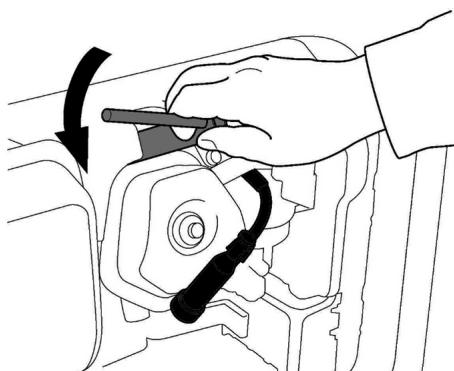

Рис. 22 Обслуживание свечи зажигания
- Открутите свечу зажигания свечным ключом (Рис. 22).